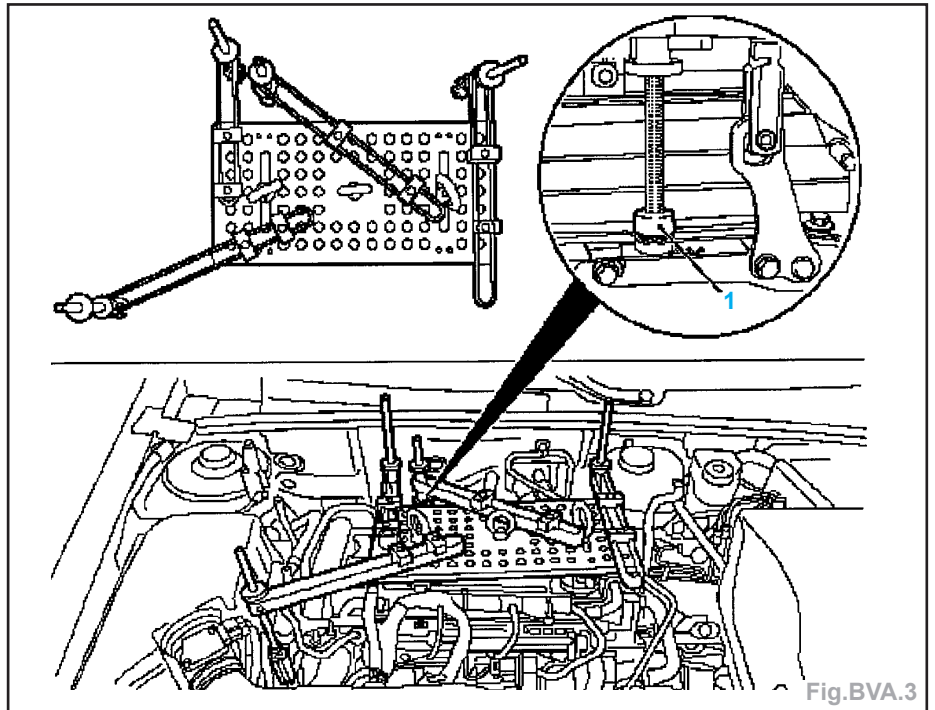

Fig.BVA.3
- Desserrer les 2 vis supérieures (1) de la boîte de vitesses.
- Monter **MKM-883-2** sur le moteur (Fig. BVA.3).
- Monter, si nécessaire, **MKM-883-2** sur le moteur (Fig. BVA.3).